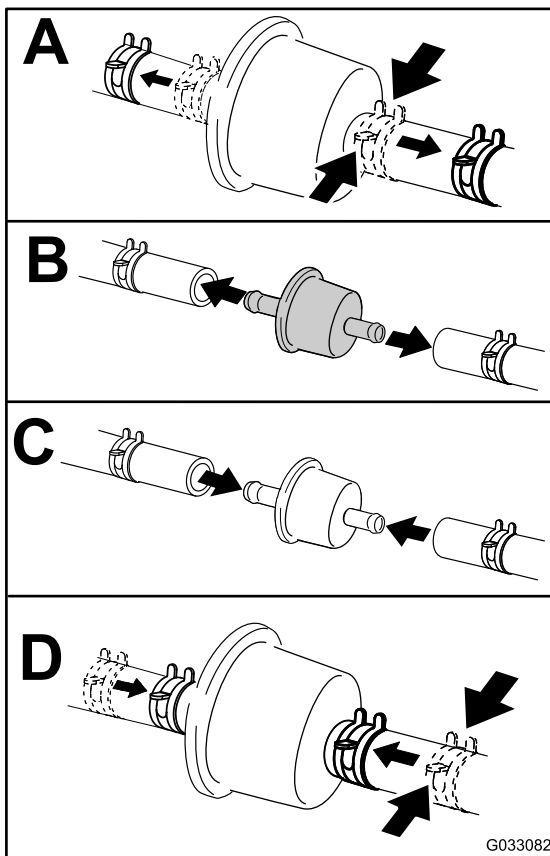

Рисунок 56
3. Замените фильтр (Рисунок 56).